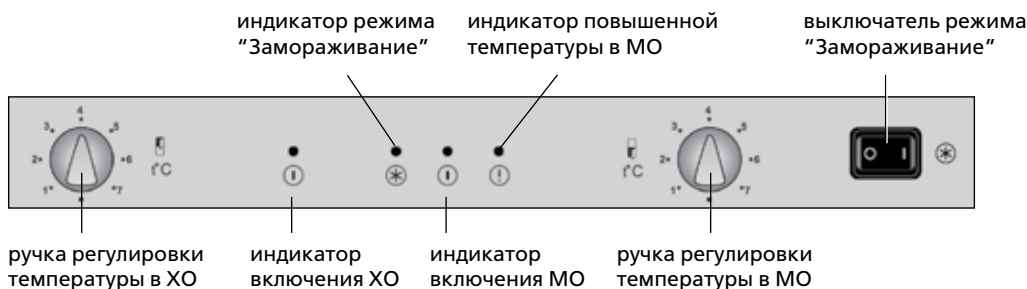

Рисунок 5 — Органы управления и индикации
3.1.2 Включение отделения и регулировка температуры в ХО или МО производится с помощью ручек (см. рисунок 5). При первом включении рекомендуется установить ручки на деление "3" или "4", выключатель — на метку "0".